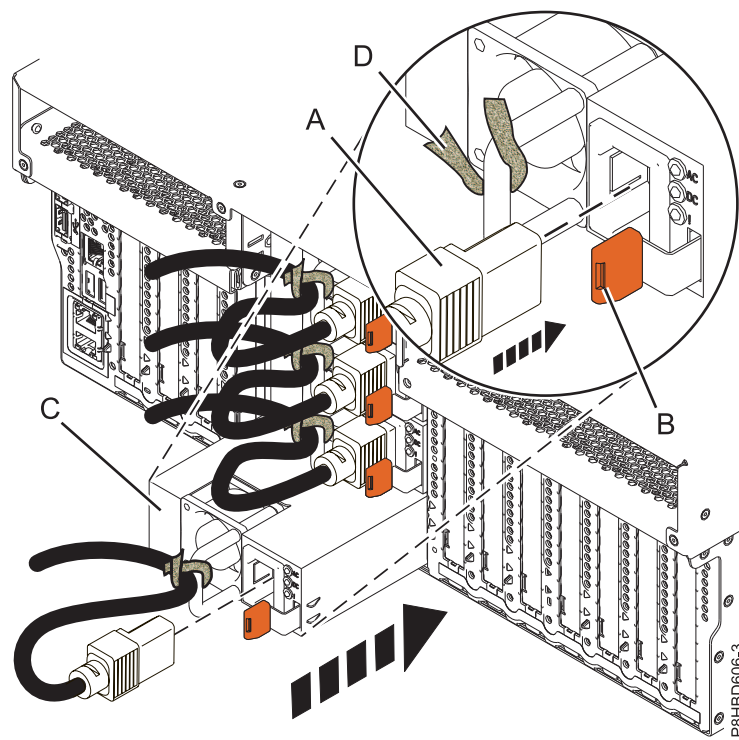
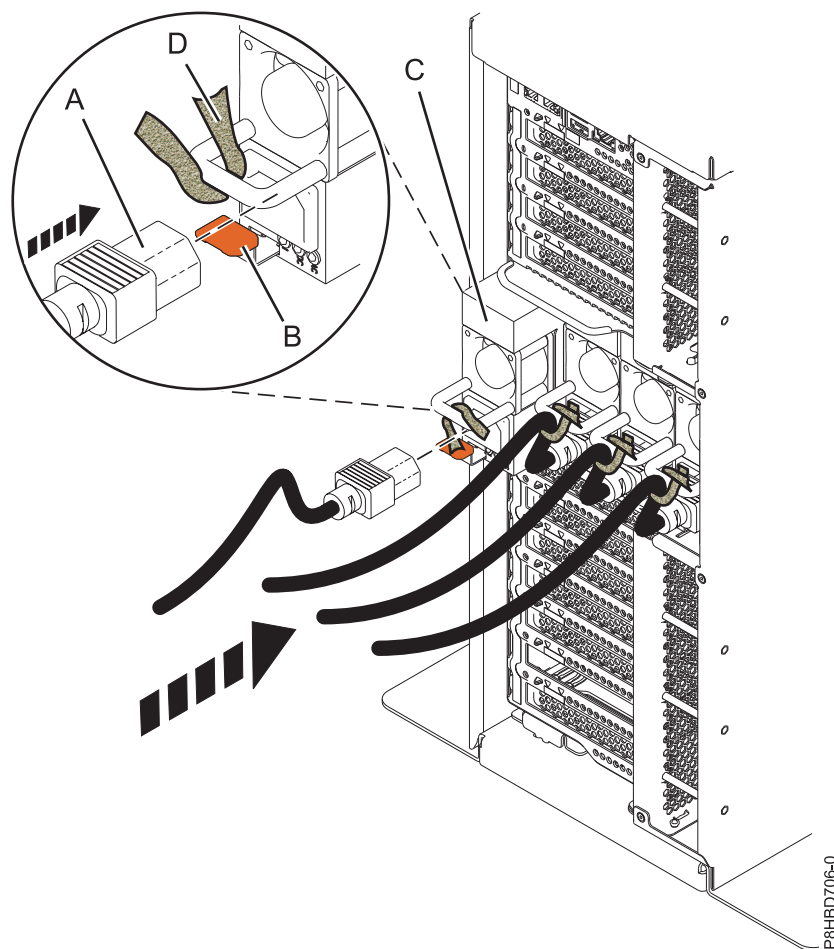

Figura 9. Substituir uma fonte de alimentação num sistema montado em bastidor
Figura 10. Substituir uma fonte de alimentação num sistema autónomo
3. Alinhe a fonte de alimentação (C) com o compartimento e faça deslizar a fonte de alimentação para o sistema até o trinco de cor terracota (B) fique fixado, tal como é demonstrado em Figura 9 na página 11 para um sistema montado em bastidor e Figura 10 na página 12 para um sistema autónomo.
4. Ligar o cabo de alimentação (A) à fonte de alimentação (C), tal como é demonstrado em Figura 9 na página 11 para um sistema montado em bastidor e Figura 10 para um sistema autónomo.
5. Utilizar a presilha (D) e ligar o cabo de alimentação à pega da fonte de alimentação, tal como é demonstrado em Figura 9 na página 11 para um sistema montado em bastidor e Figura 10 para um sistema autónomo.